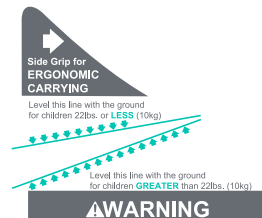

Fig. 52-1
- Silla de Seguridad sin base:** Verifique que la Silla de Seguridad esté nivelada de lado a lado en el asiento del vehículo. Verifique que el indicador de ángulo de la silla coincida con el peso de su hijo (Fig. 52-1).